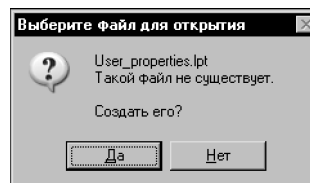

Рис. 93.6. Запрос на создание файла новой библиотеки
4. Ответьте **Да** на запрос системы о создании нового файла (рис. 93.6).